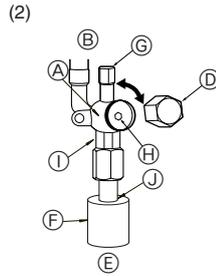

Fig. 4-6
- RP60-140 modellerinin sıvı tarafı ve RP35, 50 modellerinin Gaz/Sıvı tarafı (Fig. 4-6)